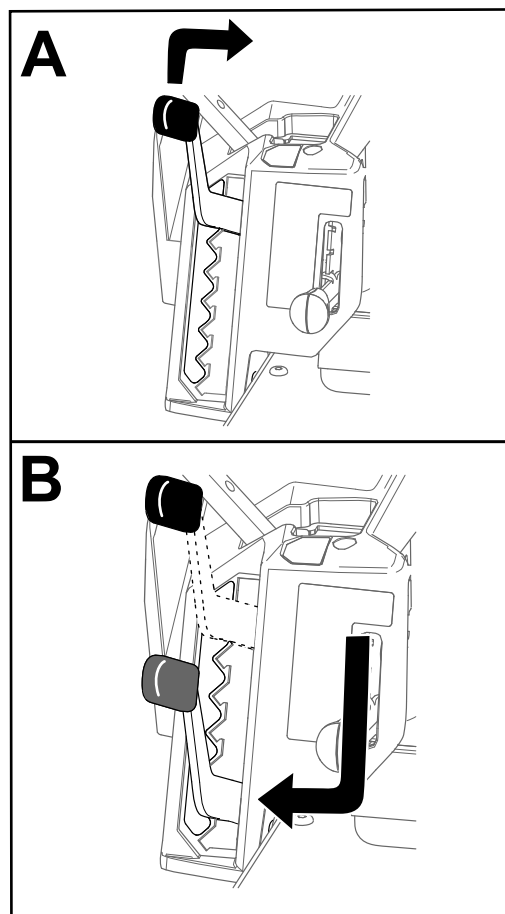

Figura 28
**Nota:** La posición de transporte es la posición de altura de corte más alta, 114 mm, según se muestra en la Figura 28.
Puede ajustar la altura de corte de 38 a 114 mm en incrementos de 13 mm. La altura de corte es controlada por la palanca situada a la derecha del puesto del operador (Figura 28).